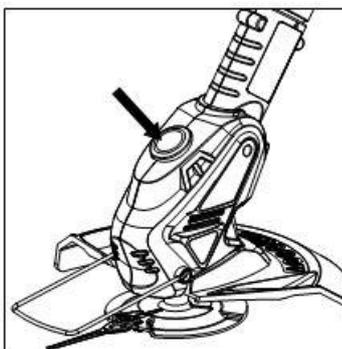

Fig. 6
- Pour ajuster l'angle de coupe, pressez le bouton comme montré sur la Fig.6. Faites pivoter le tube moteur jusqu'à l'angle souhaité et relâchez le bouton. Poussez ou relevez légèrement le tube moteur afin de verrouiller l'ensemble. Trois positions d'inclinaison sont possibles.